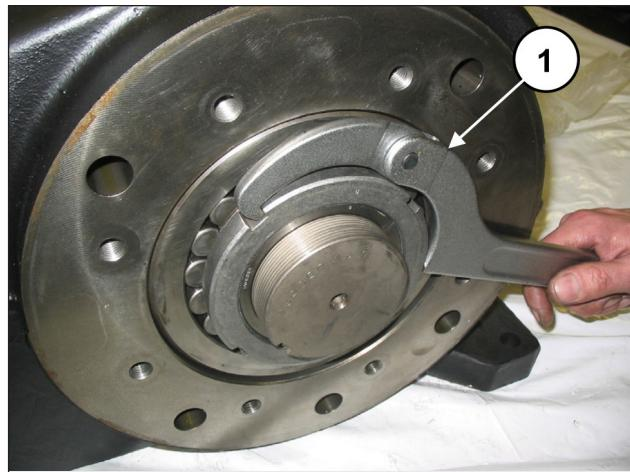
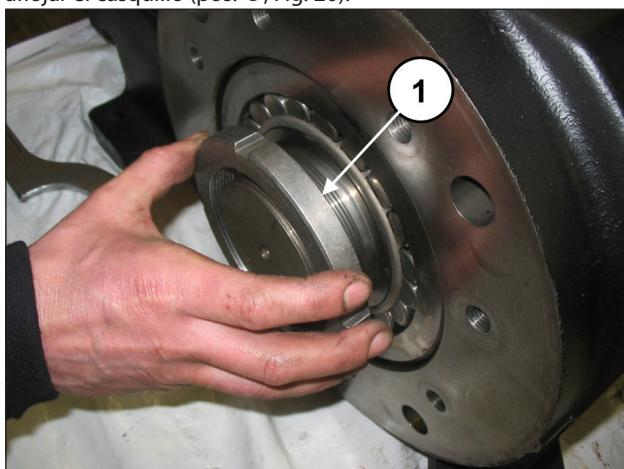

Fig. 20
Fig. 19
Enroscar una corona de tipo SKF KM19 en el casquillo de presión (pos. ①, Fig. 19) y, utilizando una llave adecuada, aflojar el casquillo (pos. ①, Fig. 20).